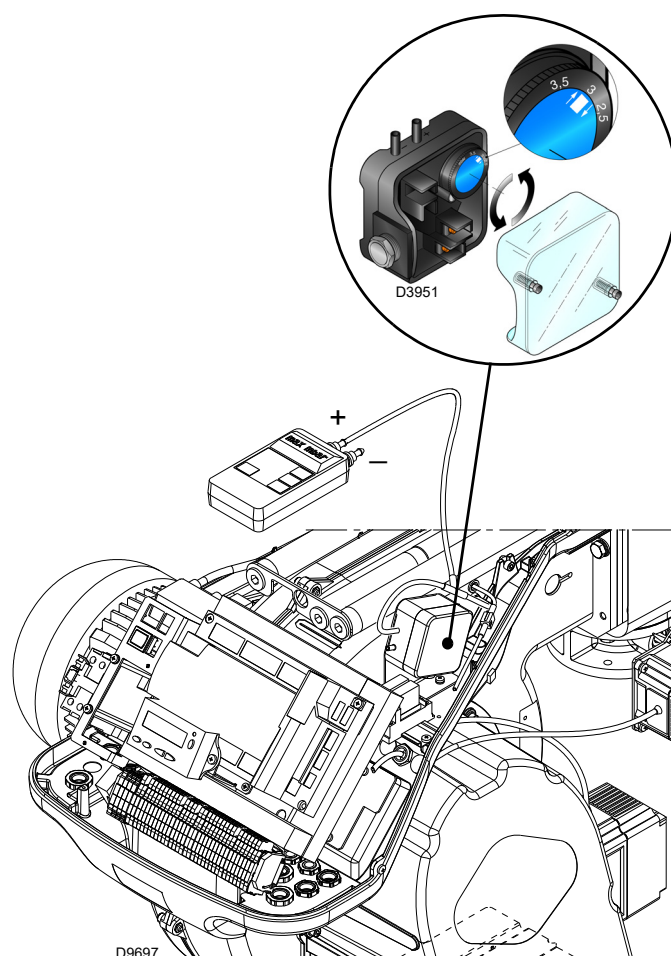

Abb. 33
- Regeln Sie den Luftdruckwächter (Abb. 33 auf Seite 33) auf den Skalenanfang.
Die Einstellung des Luftdruckwächter (Abb. 33) nach Durchführung aller anderen Einstellungen des Brenners mit auf erster Stufe eingestelltem Luftdruckwächter ausführen.
Nimmt der Brenner erneut eine Störabschaltung vor, den Drehgriff weiter geringfügig im Uhrzeigersinn drehen. Während dieser Arbeitsgänge kann es nützlich sein, einen Druckmesser zum Messen des Luftdrucks zu verwenden. Der Anschluss des Druckmessers ist in Abb. 33 angeführt.
Bei einigen Anwendungen mit starkem Unterdruck verhindert der Anschluss des Druckwächters dessen Umschalten. In diesem Fall ist es notwendig, den Druckwächter differential anzuschließen, indem eine zweite Leitung zwischen Luftdruckwächter und Saugleitungsöffnung des Gebläses angebracht wird. Dann muss auch der Druckmesser differential angeschlossen werden, d.h. wie in Abb. 33 gezeigt.